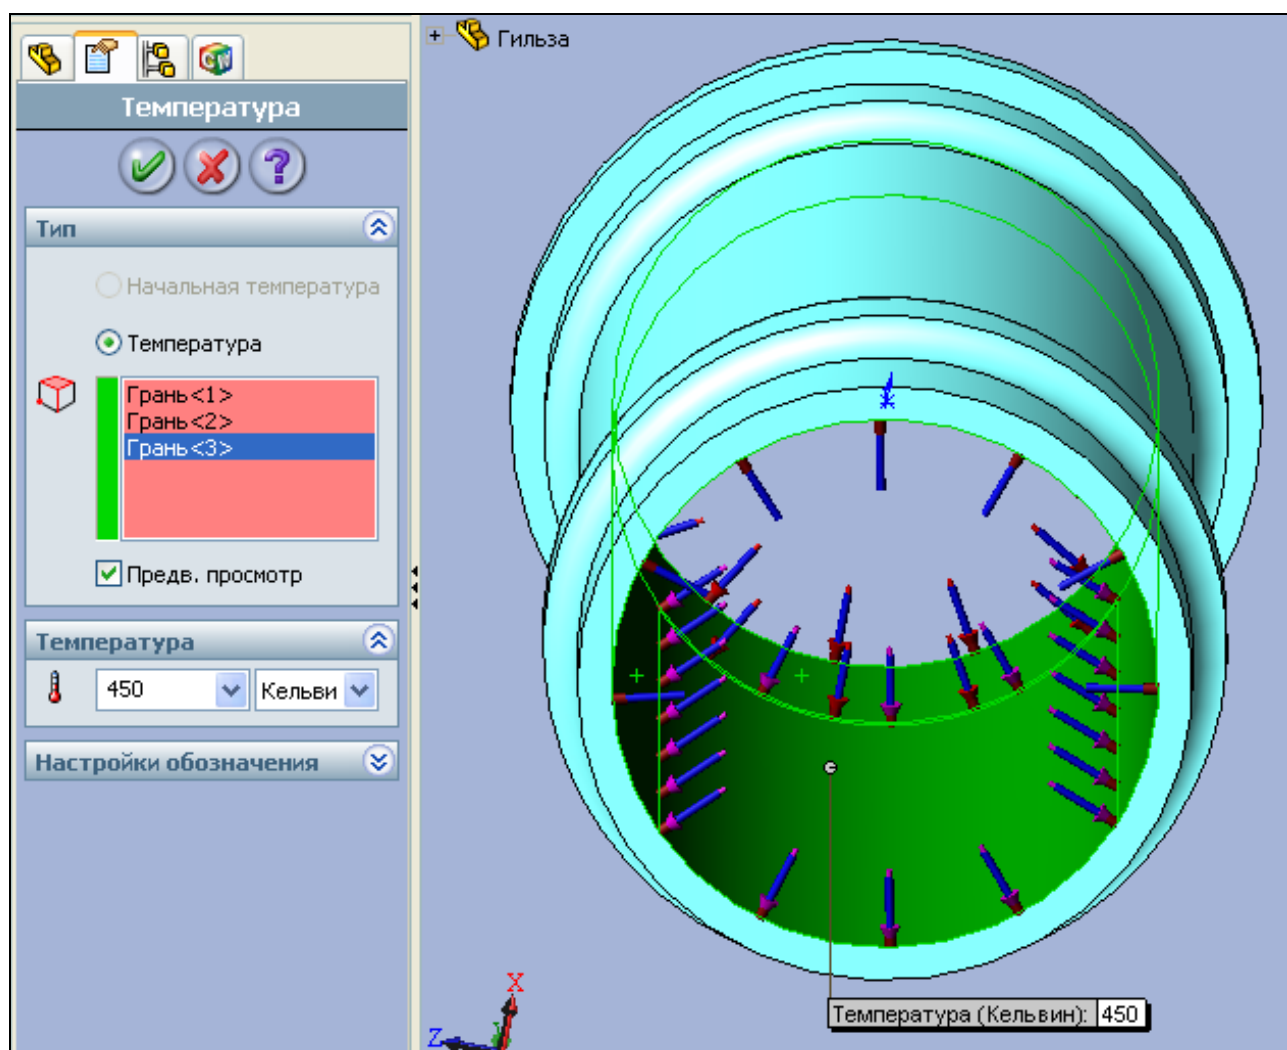

Рис. 8.8. Задание тепловой нагрузки на поверхность гильзы
– **Нагрузки** или пройдите путь в главном меню **COSMOSWorks** | **Нагрузки/Ограничение** | **Температура**. Откроется диалоговое окно **Температура**, показанное на рис. 8.8.
В диалоговом окне щелкните мышью в области **Грани, Кромки, Вершины, Компоненты для температуры**  и затем укажите все внутренние грани гильзы цилиндра (см. рис. 8.8). В области **Температура** задайте величину, например, 450 Кельвин. При этом температура наружных стенок считается равной температуре окружающей среды. После задания всех параметров нажмите кнопку  **ОК**.